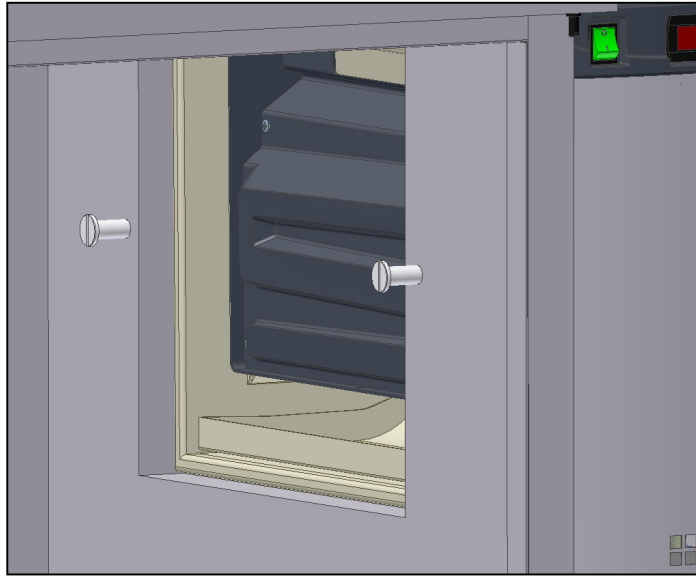

Fig. 14
- Fissare il **V6** con 2 damerini, dall'interno del pannello laterale destro (Fig. 14);